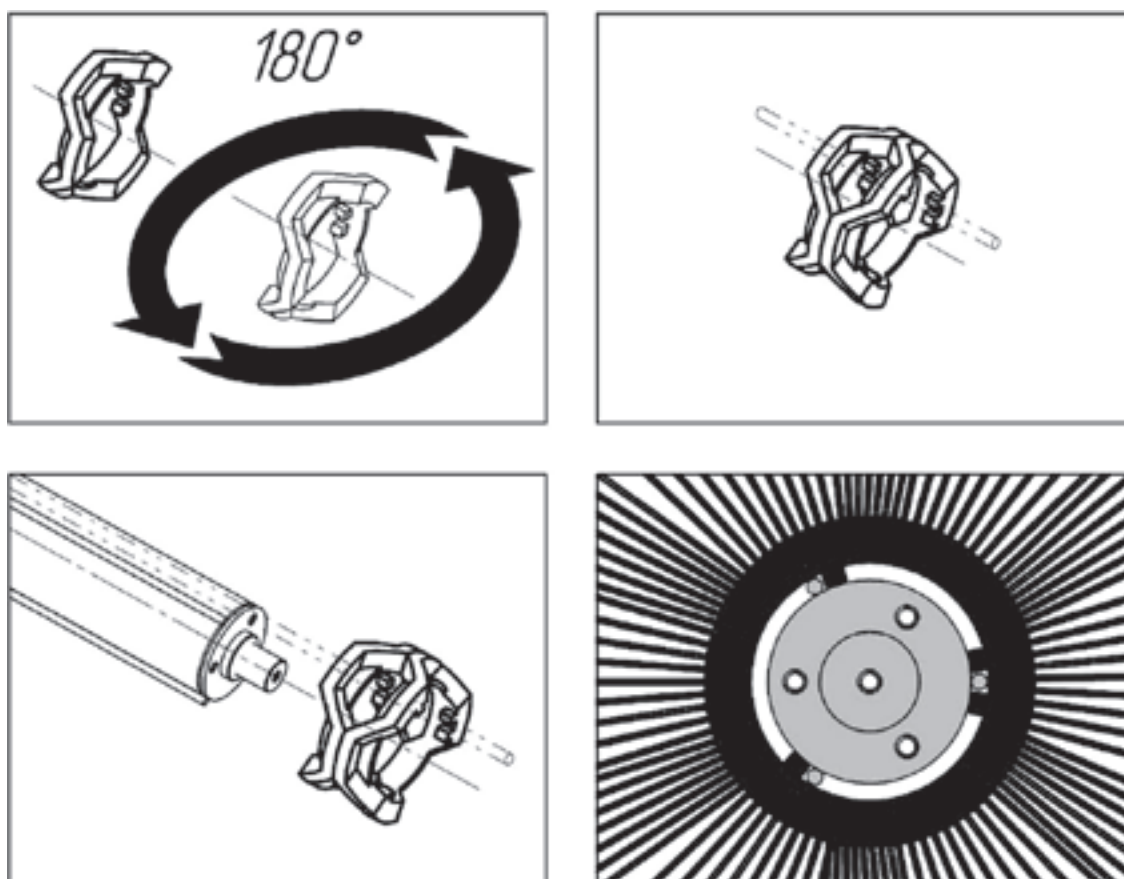

Рисунок 15 – Расположение щеточных дисков
- Установите запасные щеточные диски подходящего диаметра, поворачивая каждый следующий диск на 180 градусов вокруг перпендикуляра к оси подметающего катка (Рис. 15).